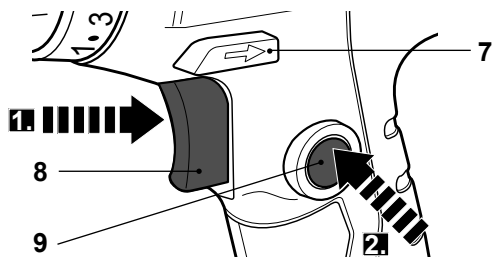

Fig. 10
1. Mettez le produit sous tension en appuyant sur l'interrupteur marche/arrêt (8) et maintenez-le en position (Fig. 10, step 1).
2. Appuyez sur le bouton de verrouillage (9) et maintenez-le en position de bloquer l'interrupteur marche/arrêt(8)(Fig. 10, step 2).
3. Relâchez le bouton de verrouillage (9) et (8) interrupteur marche/arrêt. L'interrupteur est maintenant verrouillé pour une utilisation continue.
4. Appuyez et relâchez le bouton marche/arrêt (8) pour éteindre le produit.